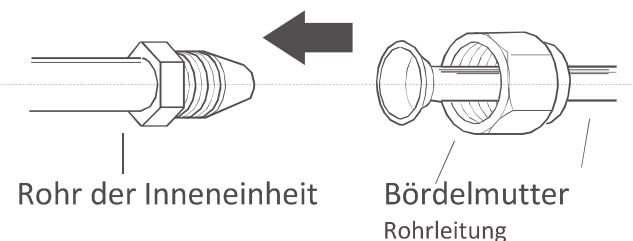

Abb. 5.7
1. Richten Sie die Mitten der zwei zu verbindenden Rohre zueinander aus, siehe **Abb. 5.7**.